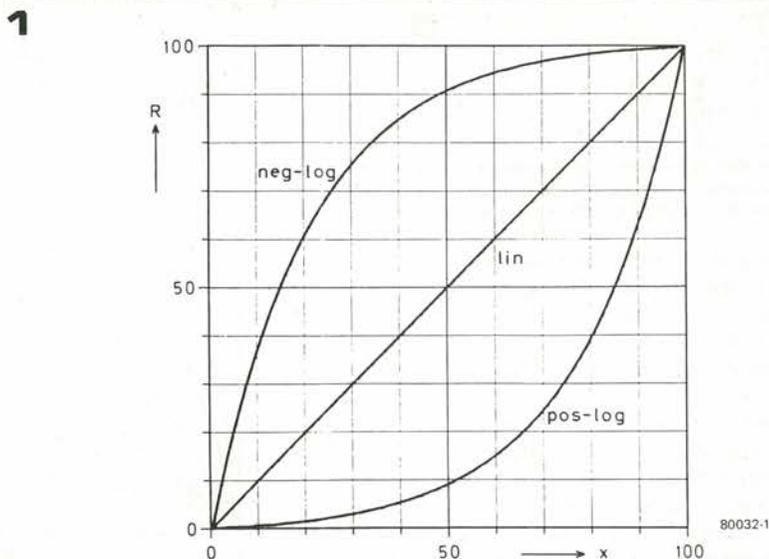

Figura 1. Sono normalmente disponibili tre tipi di potenziometri: con caratteristica lineare, logaritmica ("pos-log") e antilogaritmica ("neg-log").
Lo schema a blocchi di questo particolare VOX, è riportato in figura 1. Il segnale proveniente dal microfono, pilota uno stadio di amplificazione; si può regolare il guadagno di questo stadio ad un valore compreso fra 1 e 100. Il filtro passa banda ed il valore di Q. Il segnale che il filtro lascia passare, pilota uno stadio di amplificazione con un guadagno di 200. Anche un piccolo segnale riesce a far distorcere l'amplificatore (clipping), per cui in ogni caso si ottiene in uscita un segnale ad onda quadrata in modo apprezzabile. Questo viene quindi usato per triggerare un multivibratore monostabile, il quale fornisce una uscita pulsante, con lunghezza regolabile - da 0.5 a
Figura 1. Schema a blocchi di questo "intelligente" VOX. La frequenza centrale e il Q sono separatamente variabili, in modo che ognuno può fissare una particolare banda passante, a seconda del suo timbro di voce.
Infine, una caratteristica meno conosciuta è quella del potenziometro "antilogaritmico" ("neg-log") in figura 1. Come si può vedere è una immagine speculare della normale curva logaritmica; può essere utile, ad esempio, in alcuni controlli di tono. È sufficiente per quanto riguarda le caratteristiche teoriche. Come vanno le cose per i potenziometri di uso pratico?... Le figure 2 e 3 danno i risultati ottenuti per una serie di potenziometri logaritmici e lineari, rispettivamente....
**Figura 1. Accettazione di carica di una cella al nichel-cadmio.** All'inizio e alla fine del ciclo di carica solo una parte della corrente di carica è immagazzinata (sezioni 1 e 3). Durante la sovraccarica quasi tutta l'energia fornita alla cella è utilizzata per la produzione di gas, oppure viene convertita in calore.